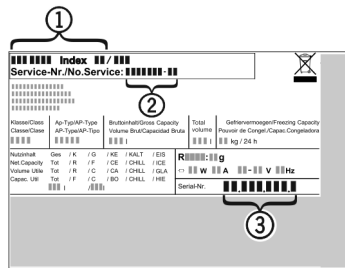

Fig. 11
- ▶ A készülék megnevezését Fig. 11 (1), a szerviz- Fig. 11 (2) és sorozatszámot Fig. 11 (3) a típusábráról olvassa le. A típustábla a készülék belsejében baloldalon található.
- ▶ Értésítse a vevőszolgálatot a hibáról, és adja meg nekik a készülék megnevezését Fig. 11 (1), a szerviz- Fig. 11 (2) és a sorozatszámot Fig. 11 (3).